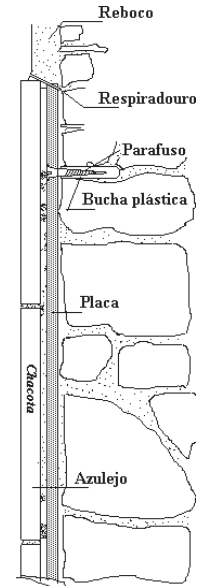

Fig. 7 – Proteção de azulejos
- f) Ventilar quando forem câmaras vazias → Ilha das Vacas (Bahia, Brasil), Presídio S. José em Belém, Intendência de Maceió etc. (Fig. 7).